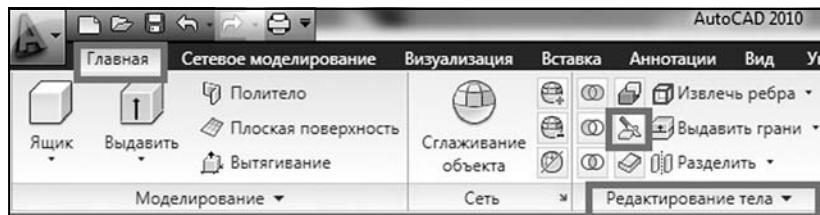

Рис. 6.2. Размещение команды «Разрез»
- ◆ «Лента»: «Главная» / «Редактирование тел» / «Сечение» (рис. 6.2);